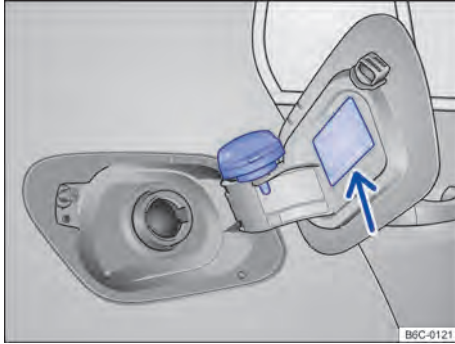

Fig. 132 Portezuela del depósito de combustible abierta con el tapón de cierre del depósito de combustible colgado.
- Desbloquee el vehículo con la llave del vehículo o presione el botón de cierre centralizado (C) en la puerta del conductor para desbloquear el vehículo desde el interior. → pág. 67
- Retirar el tapón del depósito girándola hacia la izquierda y encajarla en el soporte en la tapa del depósito → **fig. 132**.